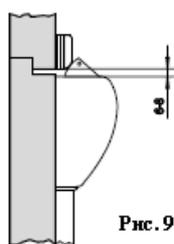
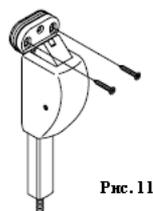

Рис. 9
Рис. 11
13) Приложите ответную часть на защелку-ригель и при помощи нескольких прокладок добейтесь того, чтобы было выдержанно расстояние, указанное на Рис. 9 и 10; Отметьте положение боковых отверстий кернером и просверлите их - $\varnothing 2,6$ мм (для алюминиевых профилей).
14) Выполните предустановку ответной части при помощи двух винтов, закрученных в просверленные отверстия (Рис. 11).
15) Выровняйте ответную часть таким образом, чтобы было соблюдено расстояние, указанное на Рис. 9 и 10. **ВНИМАНИЕ:** следует выравнивать положение ответной части до тех пор, пока при закрытой двери рычаг с защитой от взлома не будет задействован полностью и не зажмет защелку-ригель. В противном случае устройство, блокирующее защелку-ригель не начнет функционировать (Рис. 11).